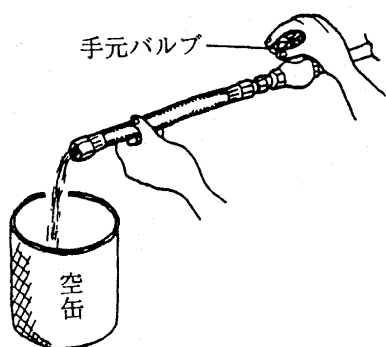

図 6
- 3) 図6のようにバーナーのシームレスホースを外し、手元バルブを開けて油を空き缶に受配管中のエアを抜きます。(油を加熱している場合は、やけどにご注意ください)